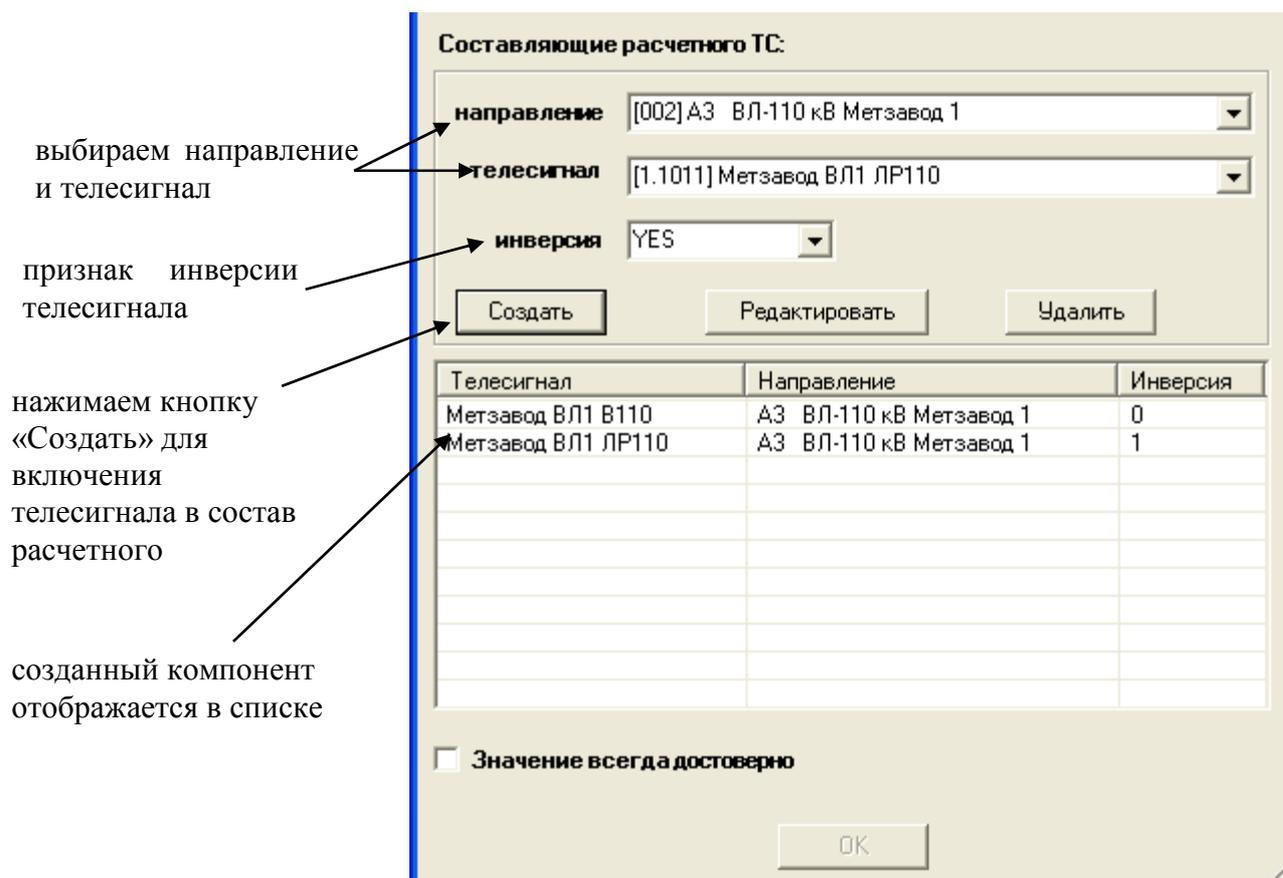

Рисунок 59. Добавление составляющих расчетного ТС
- 4) Для задания телесигнала, входящего в состав расчетного ТС выберите направление из списка направлений в группе «Составляющие расчетного ТС», далее выберите телесигнал из списка телесигналов для данного направления. Если предполагается, что в состав расчетного ТС будет входить инвертированное значение телесигнала, выберите значение “YES” из выпадающего списка «инверсия». Нажмите кнопку «Создать». В списке составляющих расчетного ТС отобразится созданный компонент (см. рисунок 59). Повторите указанную процедуру для задания остальных составляющих расчетного ТС.